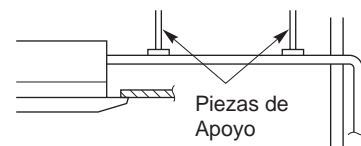

Fig. 3-14
- El tubo no debe colgar suelto en el vacío, sino estar enganchado a la unidad en su punto de conexión. Fije el tubo a una pared, un marco o a cualquier otro soporte lo más cerca posible de la unidad. (Fig. 3-14)